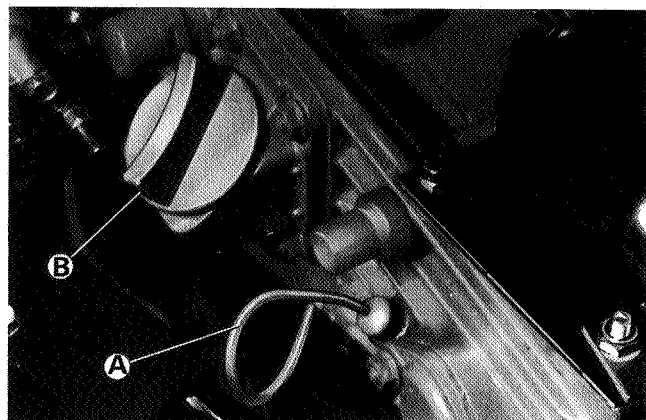
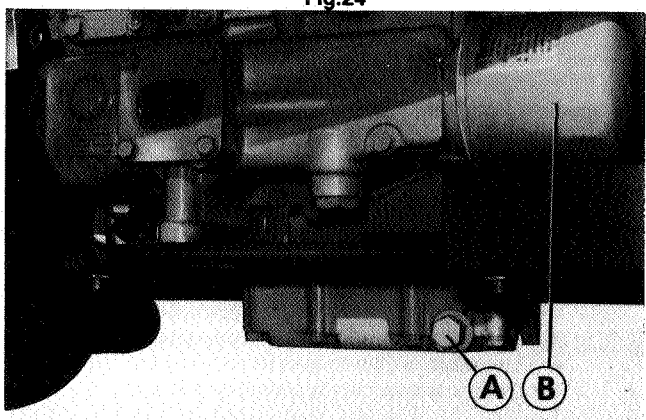

Fig.24
Fig.25
ENGINE (Fig. 24)
- (a) Remove dipstick (A Fig. 24) and check that the oil is up to the uppermark indicated.
- (a) After warming up the engine remove the drain plug (A Fig. 25) and the oil filler cap (B Fig. 24) to allow all the oil to drain out.
MOTOR (Fig.24)
- (a) Meßstab (A Fig.24) herausziehen und kontrollieren, daß der Ölstand auf der oberen Markierung steht.
- (a) Nach Aufwärmen des Motors den Ablassstopfen (A Fig.25) und den Ölfüllverschluß (B Fig.24) ausbauen, um alles Öl abzulassen.
MOTEUR (Fig.24)
- (a) Retirer la jauge (A, Fig.24) et vérifier que le niveau d'huile atteint bien le repère supérieur.
- (a) Après avoir fait chauffer le moteur, enlever le bouchon de vidange (A, Fig.25) et le bouchon de remplissage (B, Fig.24) pour permettre à l'huile de s'écouler.